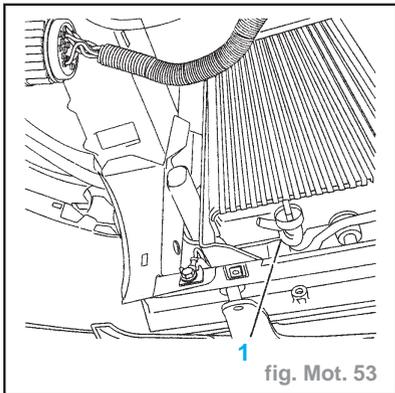

fig. Mot. 53
- Desserrer la vis de vidange (1) du ra-diateur (fig. Mot. 53).
- Desserrer la vis de vidange (1) du ra- diateur (fig. Mot. 53).